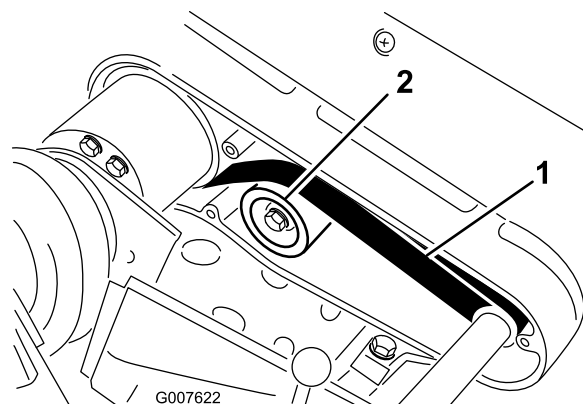

Figura 32
2. Verificate la tensione premendo sulla cinghia (Figura 32) al centro tra le pulegge, applicando una forza di 2,3–2,7 kg. La cinghia deve curvarsi di 6 mm.
A. Allentate il dado di fissaggio della puleggia tendicinghia e ruotate la puleggia in senso orario verso il retro della cinghia, fino a ottenere la tensione desiderata (Figura 32).